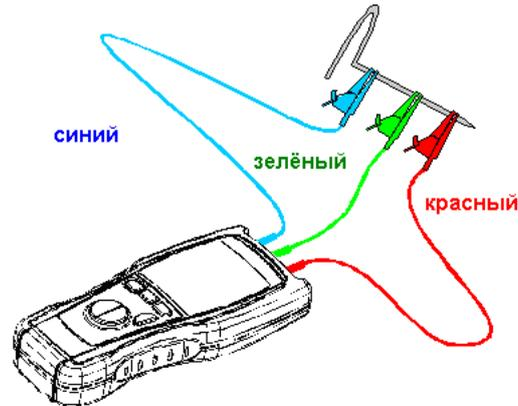

Рис. 5: Подключение для калибровки проводов прибора при измерении по 3-х полюсной схеме (EARTH- 3W)
- Замкните «накоротко» концы всех измерительных проводов (см. **рис.5**). Убедитесь что провода с зажимами «крокодил» при их соединении обеспечивают хороший гальванический контакт друг с другом. Для обеспечения безопасных условий и точности калибровки рекомендуется использовать металлический электрод-заземлитель из комплекта прибора.